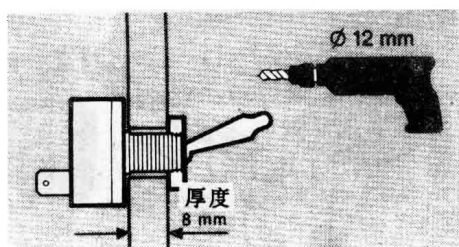

图 1-5
4. 在仪表板上找一空位以便安装灯开关, 使用大约 $\phi 12\text{mm}$ 的钻头钻一孔, 再将开关固定好, 如图 1-5 所示。有